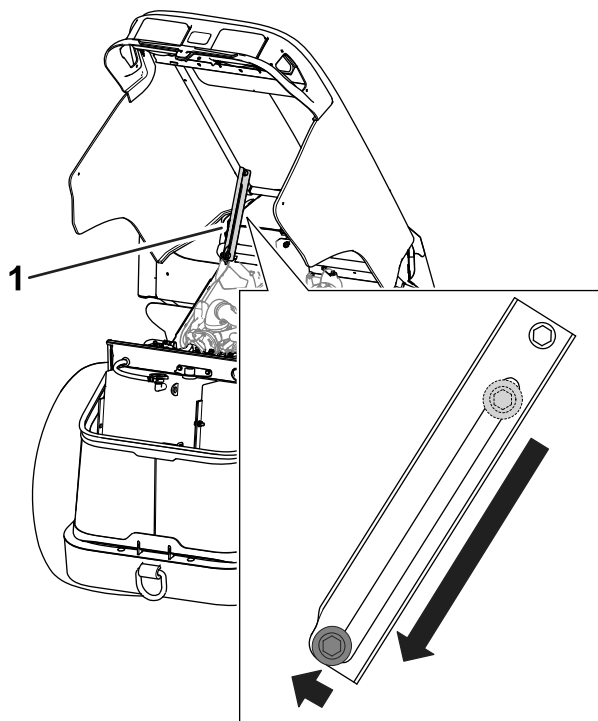

Figura 69
3. Certifique-se de que o parafuso de apoio do capot está na ranhura de apoio para segurar o capot na posição elevada (Figura 69).